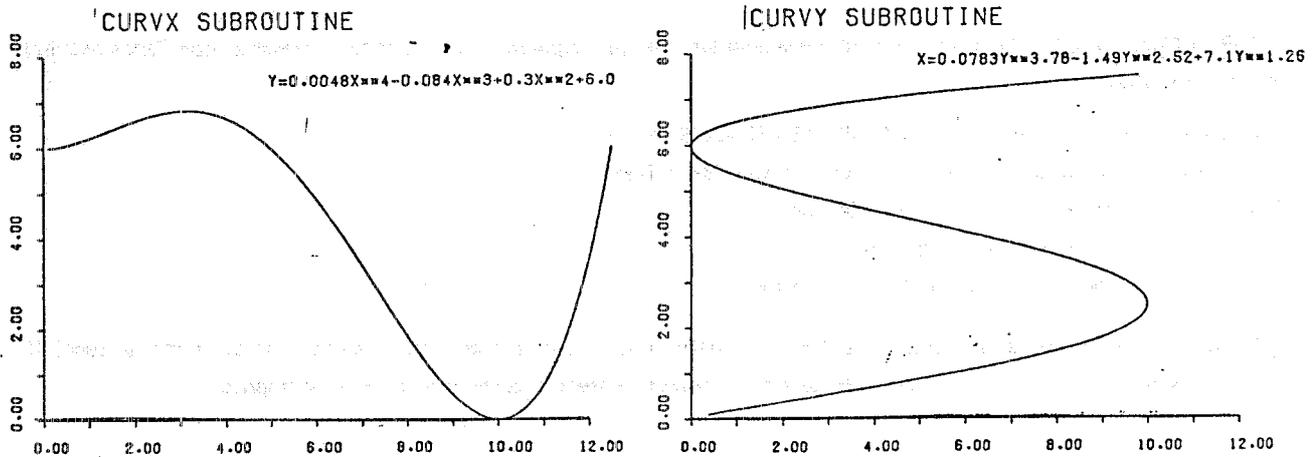

FIG. 4
SUBROUTINE CURVX: Disegna una polinomiale in x su un dato intervallo (cfr. Fig. 4).
**SUBROUTINE CURVY:** Disegna una polinomiale in y su un dato intervallo (cfr. Fig. 4).